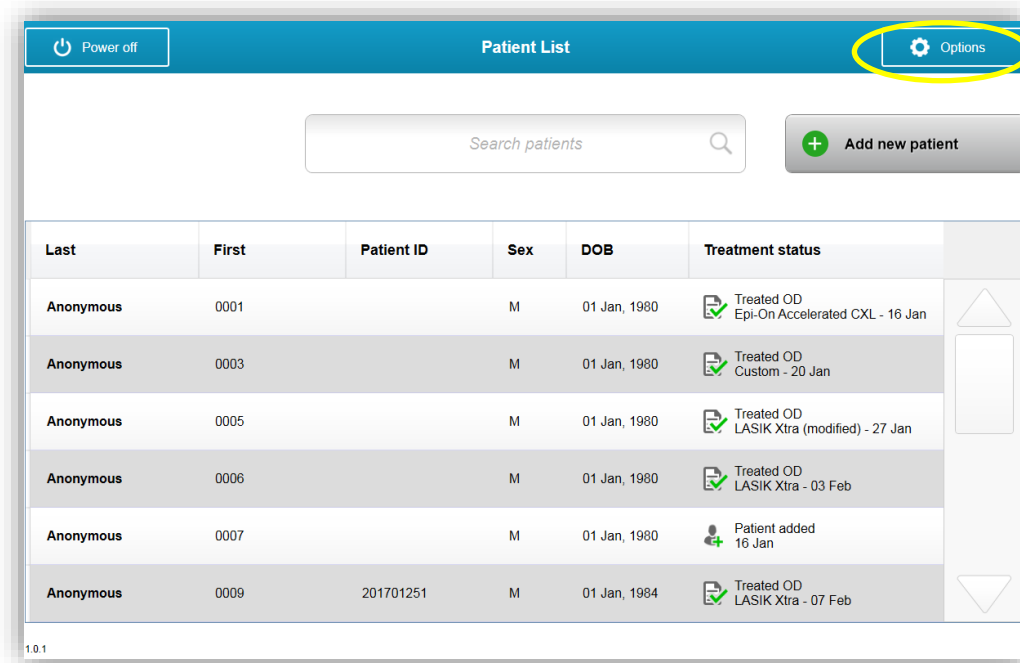

Figure 3-51. Appuyez sur le bouton « Options »
- Dans l'écran d'accueil Patient List, appuyez sur le bouton « Options », puis appuyez sur « System Settings », comme illustré aux figures 3-51 et 3-52.